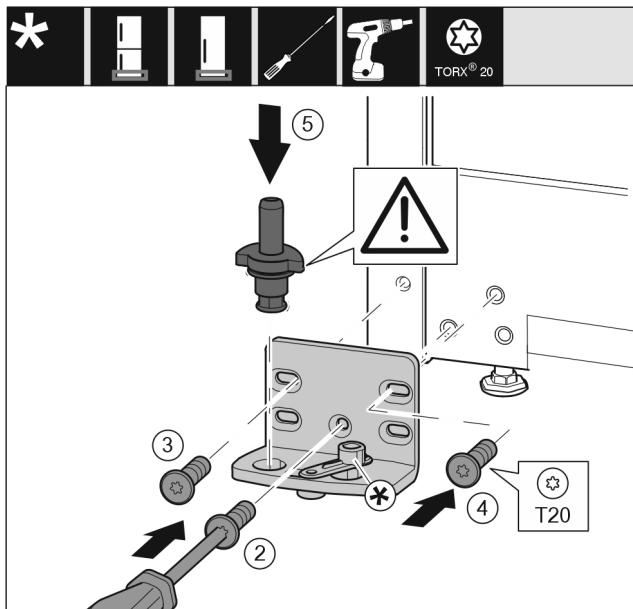

Fig. 13
- ▶ 将托架安装到另一侧，并借助 T20 螺丝刀旋紧。用螺钉 2 从底部的中心开始。Fig. 13 (2)
- ▶ 拧紧螺钉 3 和 4。Fig. 13 (3,4)
- ▶ 将轴承螺栓完全装入。同时注意止动凸轮需指向后方。Fig. 13 (5)